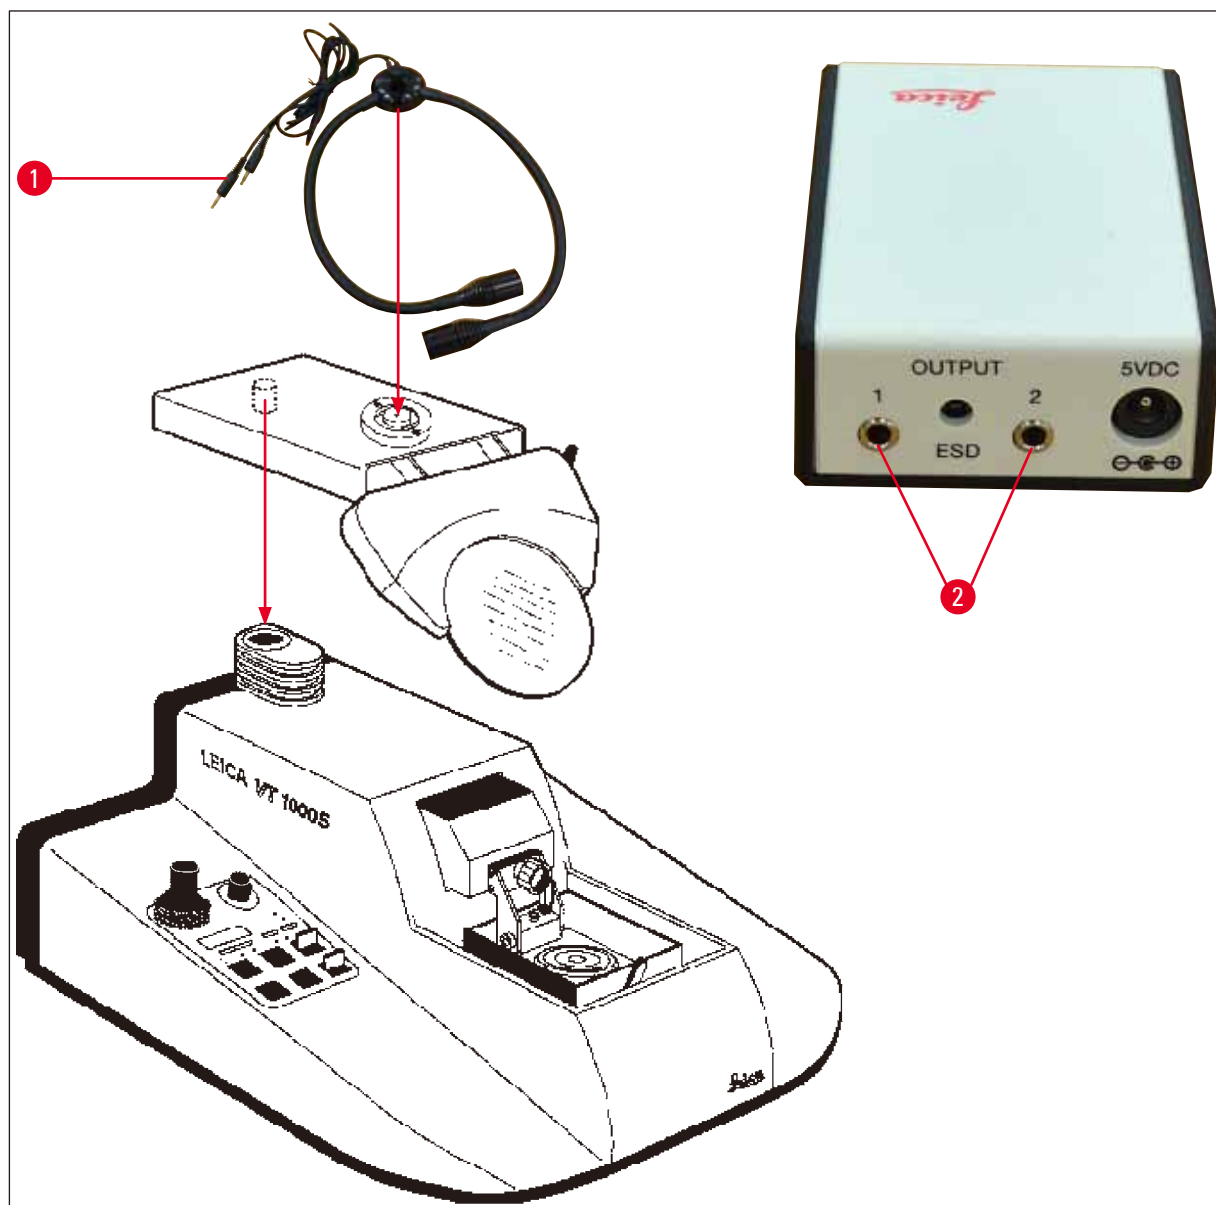

Fig. 9
7. Collegare il supporto dell'ingranditore al modulo faretti a LED ad alta potenza, 2 bracci, come illustrato nella (→ Fig. 9). Inserire lo spinotto (→ Fig. 9-1) del modulo faretti a LED ad alta potenza, 2 bracci, nella presa (→ Fig. 9-2) situata sul modulo faretto ad alta potenza, LED 1000.